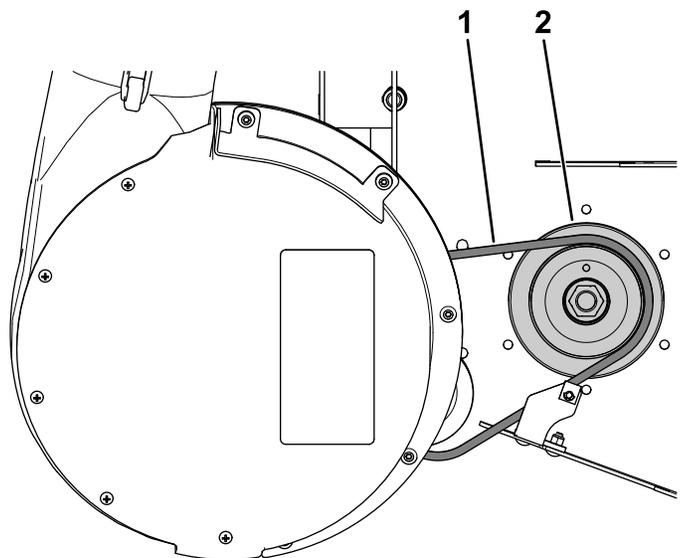

Figura 47
- Tire hacia atrás de la polea tensora tensada con muelle y pase la correa del soplador alrededor de la polea motriz (Figura 47).